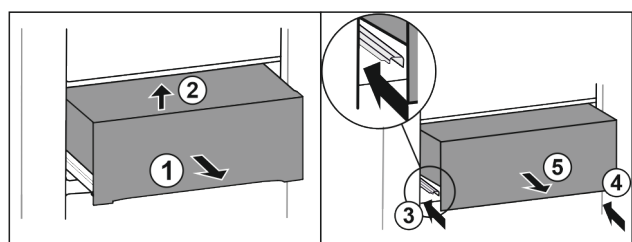

Fig. 30*
- Zásuvku napůl vytáhněte Fig. 30 (1).*
- Vpředu nadzvedněte Fig. 30 (2).*
- Zasuňte levou kolejničku Fig. 30 (3).*
- Zasuňte pravou kolejničku Fig. 30 (4).*
- Zásuvku odeberte směrem dopředu Fig. 30 (5).*